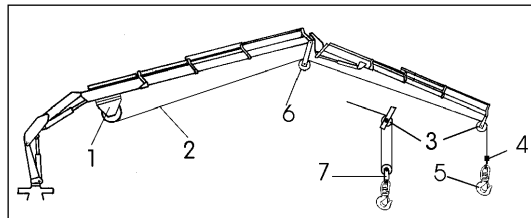

fig. 23
**Nomenclature of winch unit** (fig. 23)